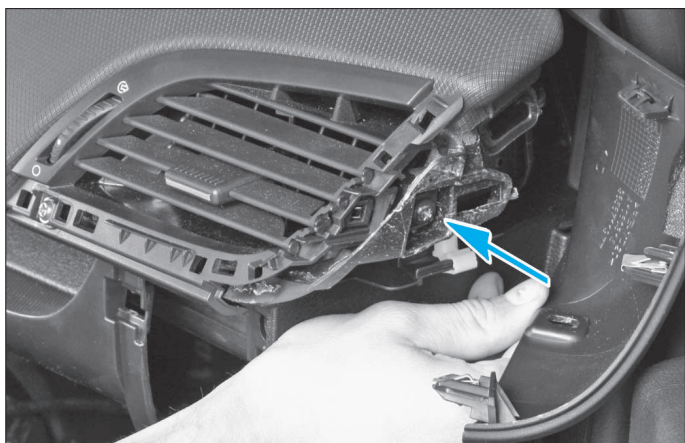

FIG. 43
- Déposer la vis de fixation de l'aérateur (vis à empreinte cruciforme) (Fig.43).